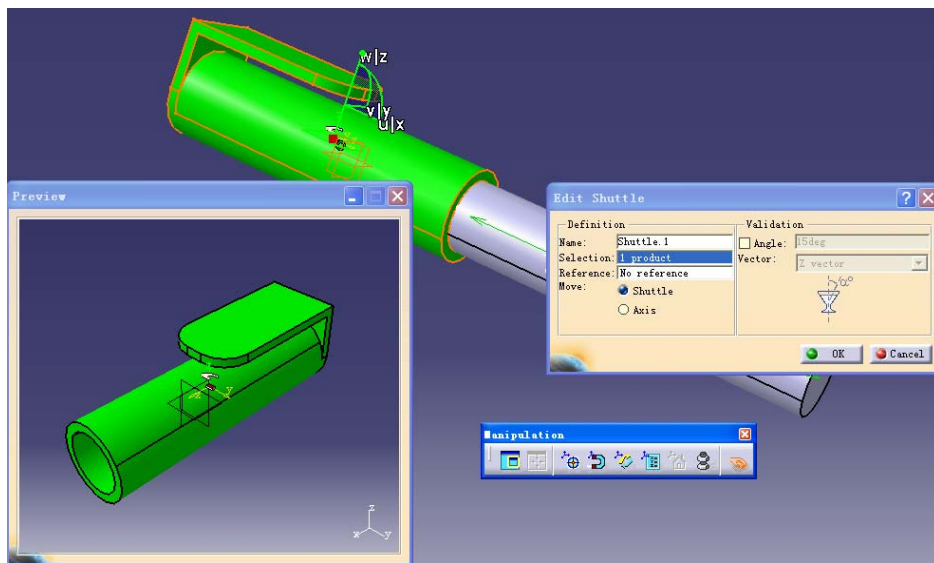

图 12-3
(2) 选择盖时, 出现 Manipulator、Edit Shuttle 对话框和 Preview 窗口, 点击 OK 键 (见图 12-3)。